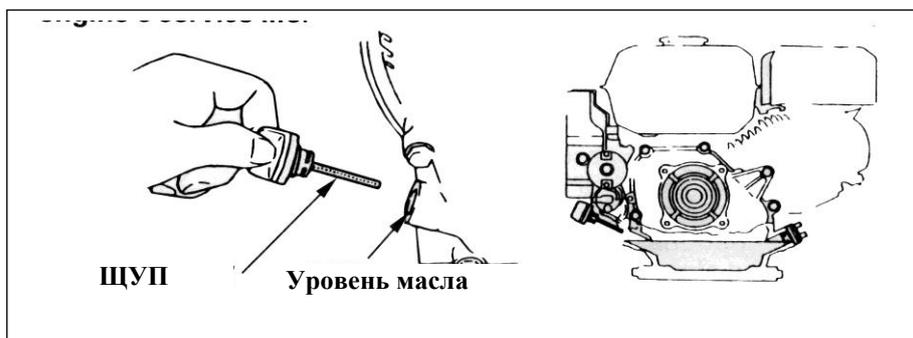

Рис. 1
1. Уровень моторного масла (рис. 1)